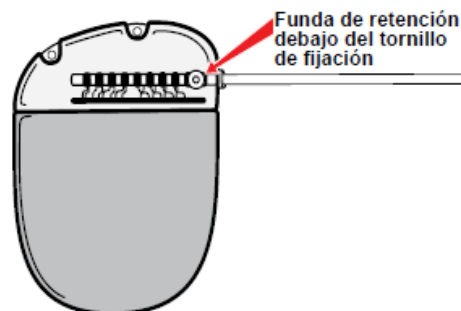

Figura 22. Alineación de los contactos de extensión de electrodo en el puerto del GII de ECP
5. Confirme visualmente que los contactos de la extensión de electrodo estén alineados con los contactos dentro del cabezal del GII. Compruebe que la funda de retención de la extensión de electrodo esté situada directamente debajo del tornillo de fijación en el puerto del GII (Figura 22).